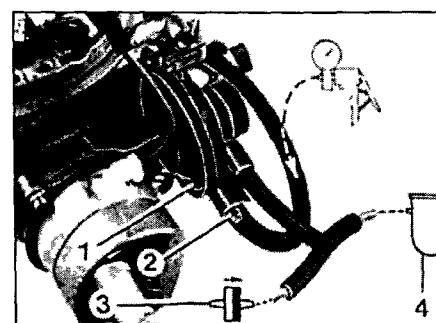

Рис. 15.4 Проверка вакуумного привода пускового устройства
- 4 Проверьте невозвратный клапан, работая вакуумным насосом с обеих сторон по очереди. Разрежение должно создаваться только в одном случае (указанном стрелкой) (рис. 15.4).